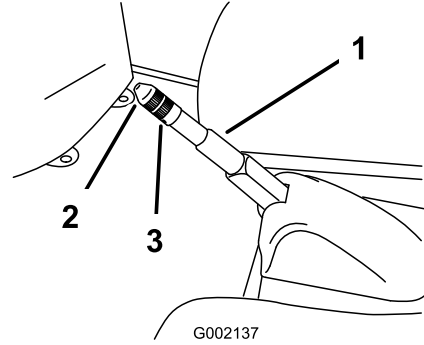

図 45
2. ブレーキレバーに調整ノブを固定している固定ネジをゆるめる（図 45）。